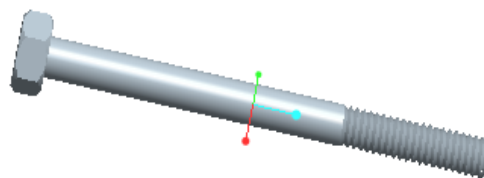

図 12-38 M4.5 ボルト
- 3) バイスアセンブリの構成部品ファイルを開く。M4.5 ボルト ファイルを開く (図 12-38) に示す。